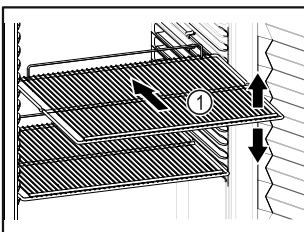

Fig. 31
- Якщо решітки для зберігання Fig. 31 (1) знімні, відрегулювати по висоті.